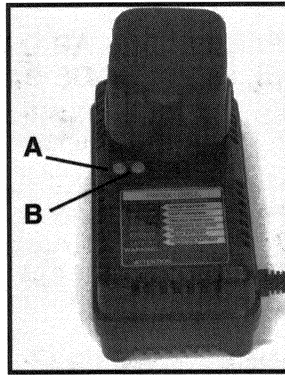

Fig. 5
Asegúrese de que el voltaje del circuito eléctrico sea igual al indicado en la placa de especificaciones del cargador. Conecte el cargador a la fuente de electricidad. El indicador verde (A) Fig. 5, debe iluminarse intermitentemente. Esto indica que el cargador está listo para cargar.
Ponga el paquete de batería arriba del cargador, y alinee la lengüeta del paquete de batería con la ranura del cargador. Meta el paquete de batería en el cargador (vea la Fig. 5). **NO LO FUERCE.** Si el paquete no entra fácilmente, no lo está metiendo correctamente: Vuelva a alinear la lengüeta del paquete con la ranura del cargador e inténtelo de nuevo.
El indicador verde (A) Fig. 5, debe empezar a iluminarse continuamente para indicar que el paquete de batería está recibiendo una «Carga Rápida» (si la luz verde no se ilumina continuamente, o si el indicador rojo (B) Fig. 5 también empieza a iluminarse intermitentemente: vea DIAGNÓSTICOS). Después de aproximadamente una hora, el indicador de la «Carga Rápida» debe apagarse para indicar que el paquete de batería está completamente cargado y que el cargador le está dando una «Carga Lenta». Puede dejar el paquete de batería en «Carga Lenta» hasta que lo quiera usar.
El Cargador, Modelo 8621, viene con un sistema diagnóstico que revisa automáticamente el paquete de batería cada vez que el paquete se mete en el cargador. Si no encuentra problemas, el cargador empezará automáticamente la «Carga Rápida» como está indicado en la sección anterior de PARA CARGAR NORMALMENTE. Si encuentra un problema, lo indicará usando las luces indicadoras (vea la Fig. 5) según lo siguiente: